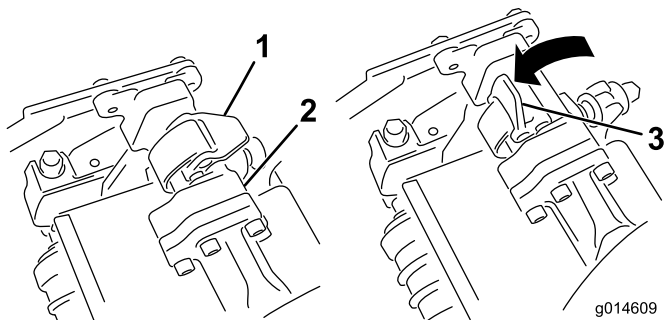
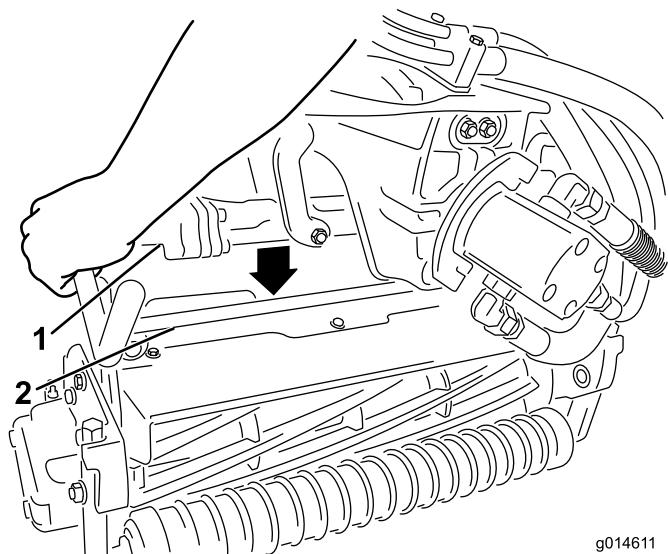

Figura 33
Figura 34
4. Com os fechos na barra do braço de suspensão a apontar para cima (i.e., abertos) (Figura 33), empurre o braço de suspensão para baixo de forma a que a barra passe pela barra através da parte superior da unidade de corte (Figura 34).
5. Feche os fechos para baixo e em redor da barra da unidade de corte e bloqueie-os no sítio (Figura 33).
5. Abra os fechos na barra do braço de suspensão da unidade de corte que está a remover (Figura 33).